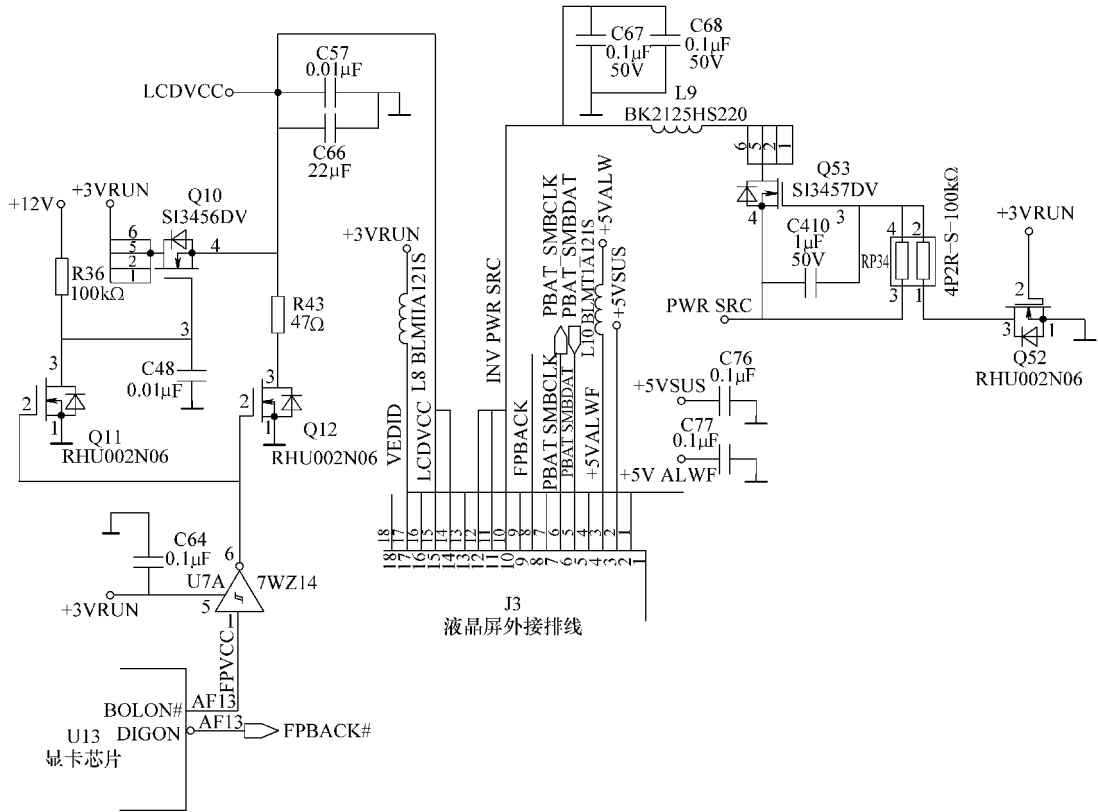

图 6-6 戴尔 D600 笔记本电脑 LCD 电源电路原理图
1) 外接投影机显示正常，说明只是液晶屏电路出现故障。应检查液晶屏排线插座中的⑮脚 LCDVCC 电压是否正常；若测得该电压为 0V，则说明 LCD 电源不正常，应对产生电源的 Q10 进行检查；若检测 Q10 的各引脚电压异常，则说明 Q10 有可能损坏，更换即可排除。
2) 戴尔 D600 笔记本电脑 LCD 电源电路原理图如图 6-6 所示。